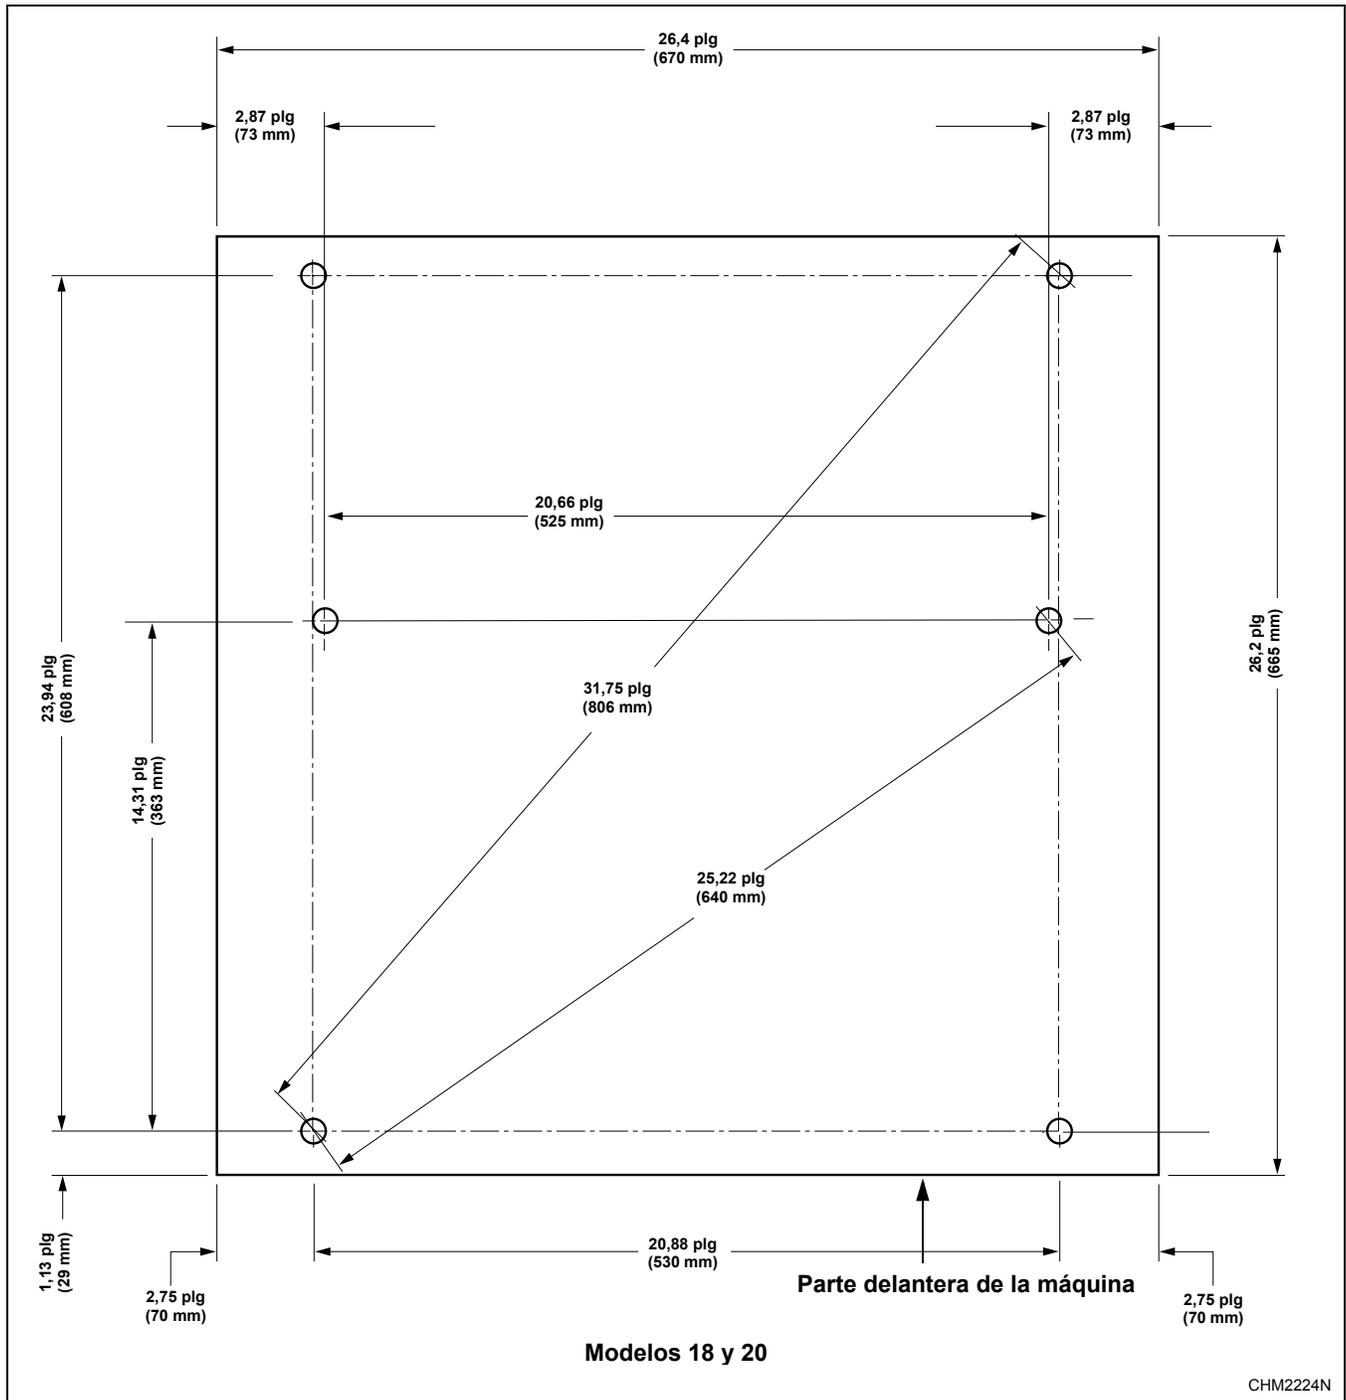
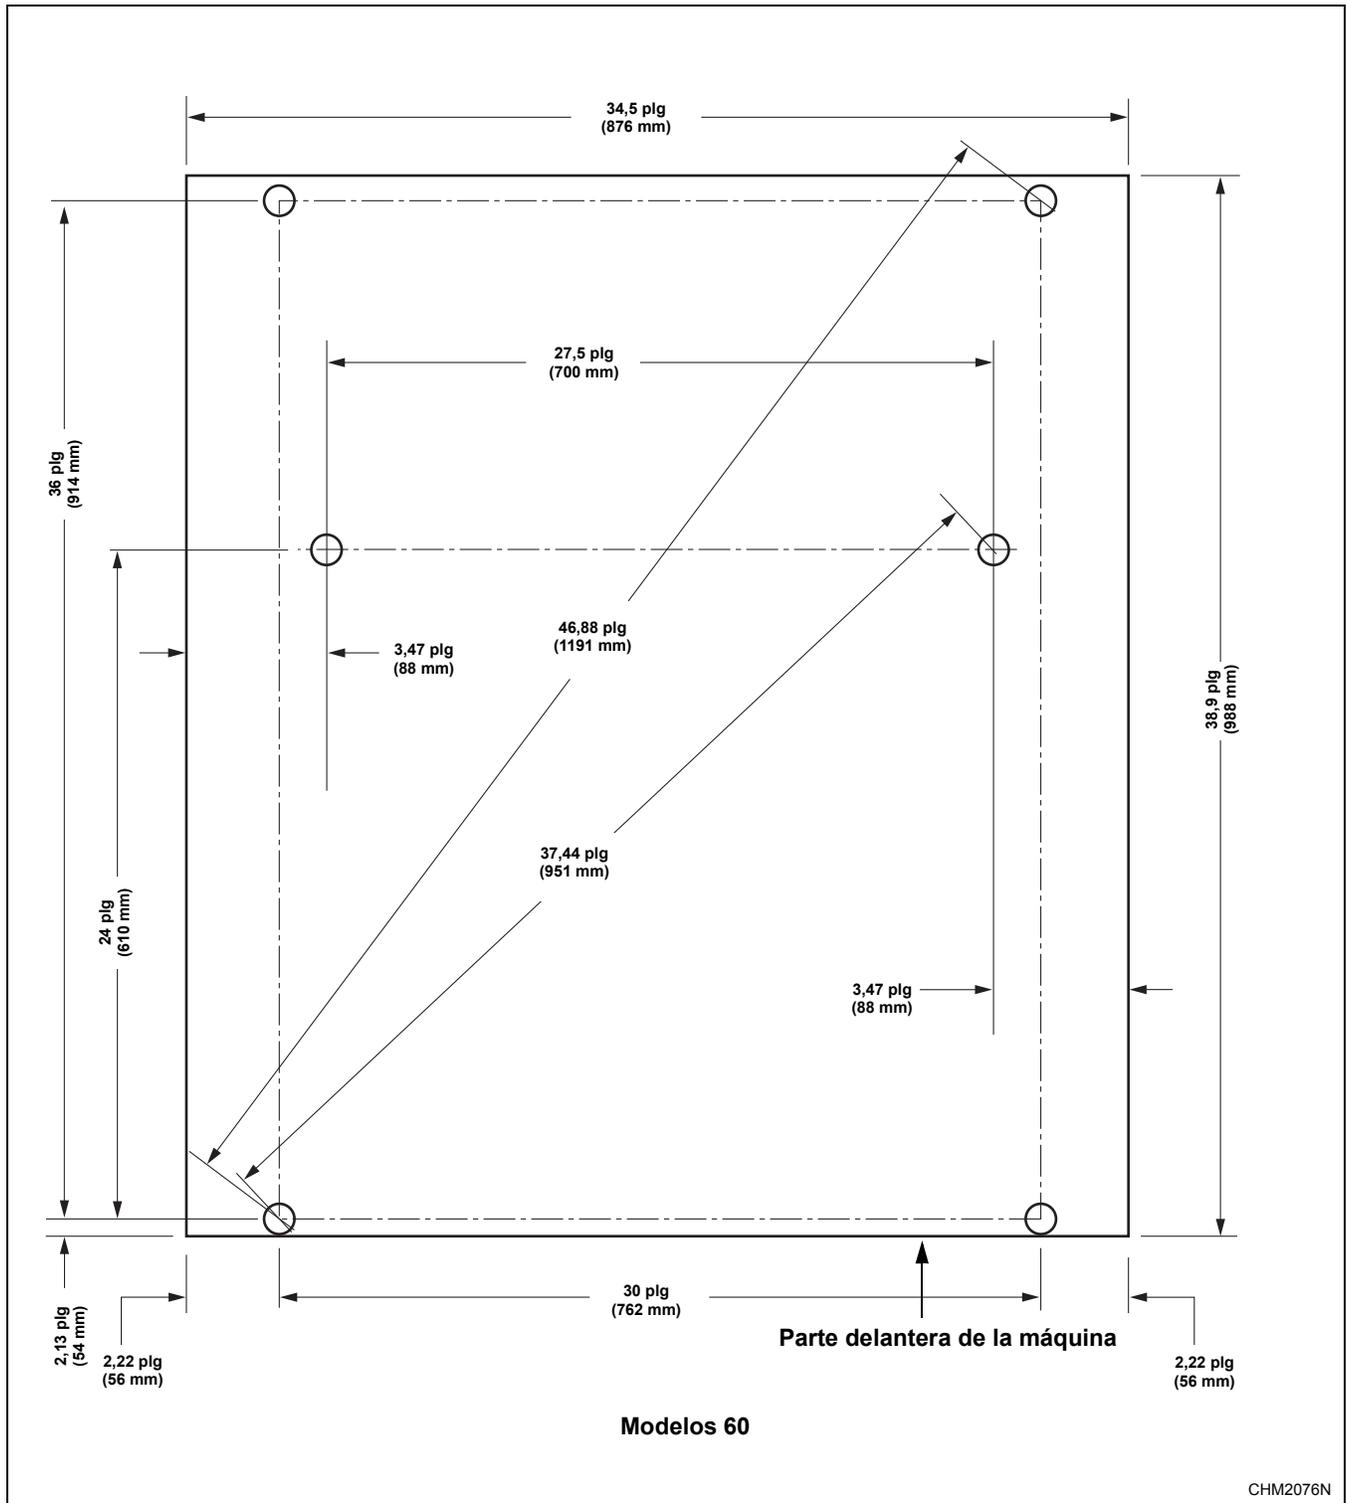

Figura 15
Figura 30
2. Instale los pernos en J en concreto, tal como se muestra en la disposición de pernos de montaje (*Figura 15 hasta Figura 30*) siguiendo estas instrucciones.